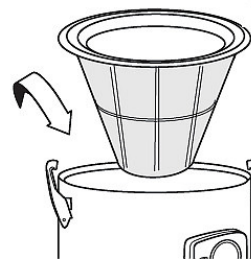

Abb. 4: Einbau des Filters
Schritt 2: Setzen Sie den Polyester-Filter in den Behälter ein (Abb.4).